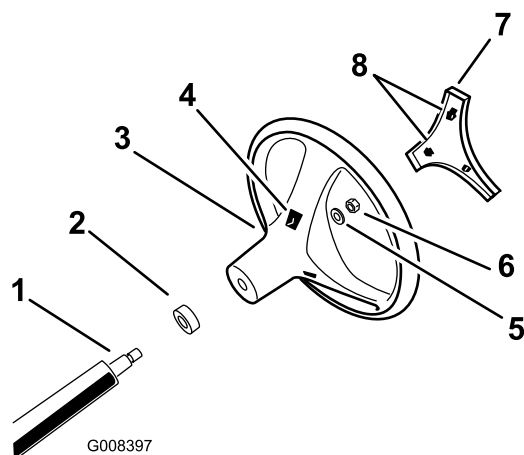

図 3
4. 図 3 に示すようにロックナットでハンドルを固定し、24-29 N・m 2.5-3.0 kg/m = 18-22 ft-lb にトルク締めする。
5. ハンドルのセンターカバーをハンドルのスロットに合わせて押し込み、センターカバーをハンドルハブに固定する 図 3。